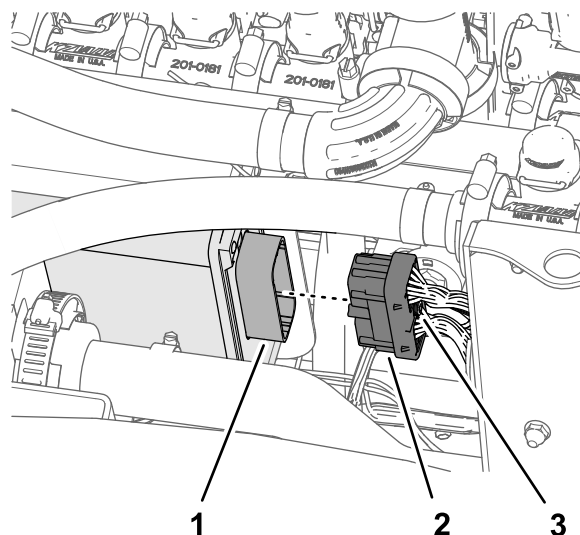

图134
2. 将 102cm 套件线束支管的 40 插槽接头插入 ASC 10 喷洒控制器的 40 针接头图134。
3. 用手将 40 插槽接头的指旋螺丝拧入 ASC 10 接头图134。